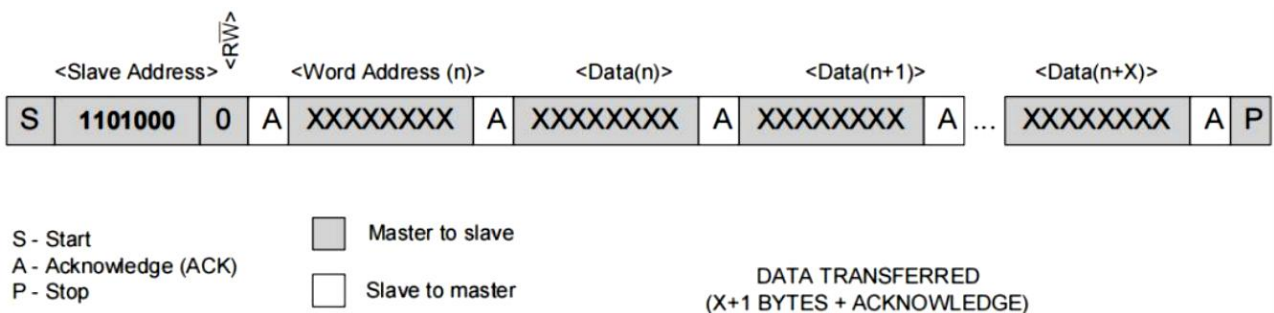

图 6 数据写入——从接收器模式
- 1、从接收器模式（写入模式）：器件通过 SDA 和 SCL 接收串行数据和时钟信号。每接收一个字节就发送一个应答位。START 和 STOP 位于串行传递的始末端。硬件在接收到从地址和方向位（见图 6）后，自动执行地址识别。主器件发起 START 条件后，接收到的第一个字节是从地址。此地址字节包含有 7 位的 DS1307 地址：1101000，接着是指示位（R/W）（此时该位为 0）。在接收到并解码出地址信息后，DS1307 在 SDA 线上输出一个应答位。在 DS1307 应答从地址+写入位之后，主器件将发送一个寄存器地址到 DS1307，当 DS1307 应答此次传递后，将在 DS1307 上设置寄存器指针。之后，主器件能够发送数据字节，且 DS1307 每接收一个字节后都将返回一个应答位。寄存器指针在每个字节被写入后自动递增。在所有数据传递完成后，主器件将产生一个 STOP（终止）条件，以此中断数据写入。